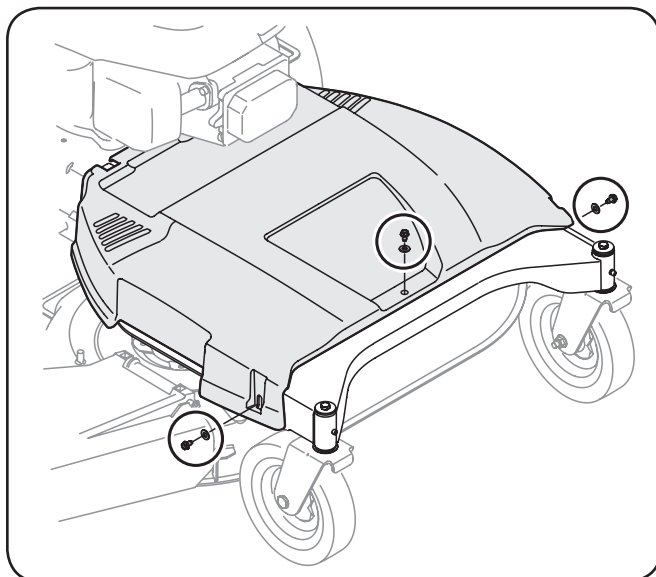

Figure 7-1
1. Retirez les trois écrous et les trois rondelles qui fixent le couvercle de courroie au châssis, puis retirez le couvercle. Voir Figure 7-1.
2. Retirez le couvercle de courroie comme indiqué précédemment dans cette section. Voir Figure 7-1.